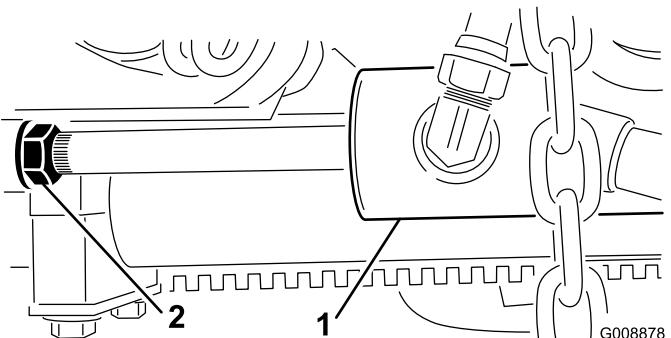

Figura 24
- Afloje la contratuerca del cilindro (Figura 24).